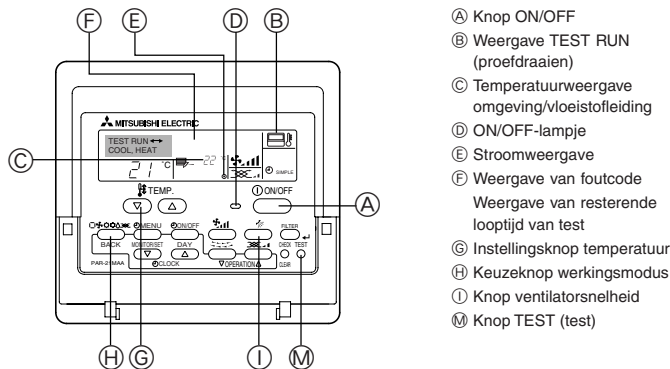

Fig. 8-1
8.2. Proefdraaien (Afstandsbediening met draad) (Fig. 8-1)
- ① Schakel het apparaat minimaal 12 uur voor het proefdraaien in.
- ② Druk tweemaal op de toets [TEST]. ➡ "TEST RUN" in het LCD-venster
- ③ Druk de toets [Mode selection] (Moduskeuze) in. ➡ Controleer of er lucht wordt uitgeblazen.
- ④ Druk op de toets [Mode selection] (Moduskeuze) en schakel over naar de werkstand koelen (of verwarmen). ➡ Controleer of er koude (of warme) lucht wordt uitgeblazen.
- ⑤ Druk op de toets [Fan speed] (Windsnelheid). ➡ Controleer of de luchtuitstroomsnelheid verandert.
- ⑥ Controleer de ventilator van het buitenapparaat op een goede werking.
- ⑦ Schakel het proefdraaien uit met de [ON/OFF] (AAN/UIT)-toets ➡ Stop
- ⑧ Leg een telefoonnummer vast.